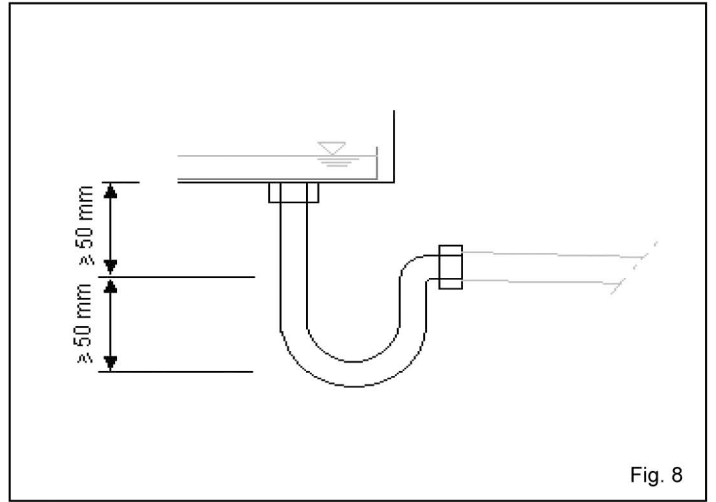

Fig. 8
- Der Abfluss muss unter Beachtung der Vorgaben aus Abbildung 8 ausgeführt werden.